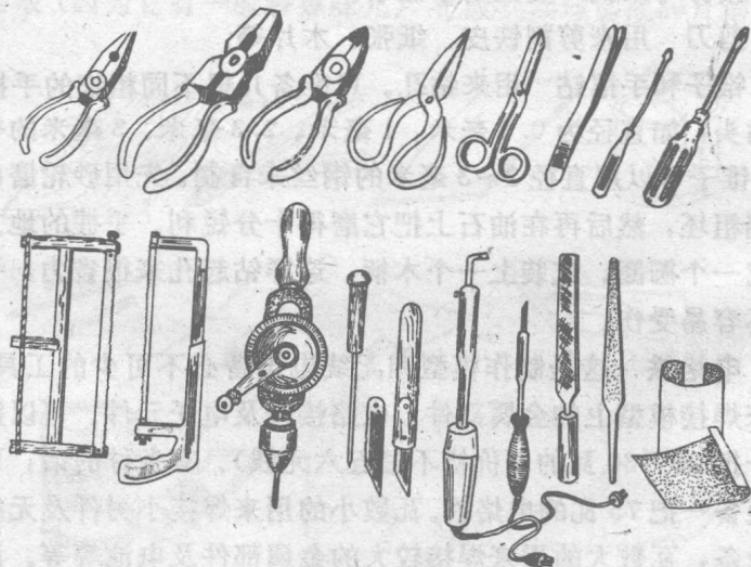

图1—2
**木砂纸** 可准备一些从0号到2号粗细不同的砂纸，用来打磨模型的外壳，使它们光滑、平整、美观（图1—2）。